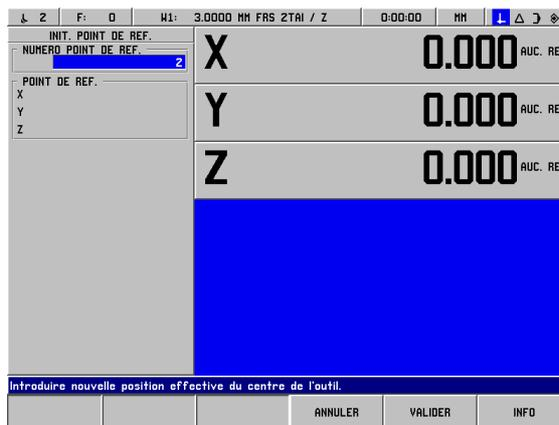
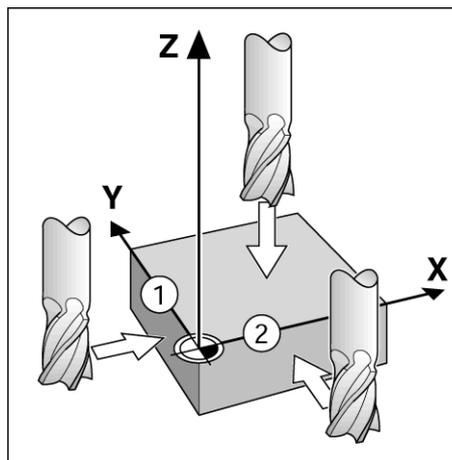

fig. I.18 Le masque d'introduction INITIALISER POINT DE REF.
fig. I.19
**Exemple: Initialiser le point de référence pièce sans fonction de palpage. Cf. fig. I.18 & fig. I.19.**